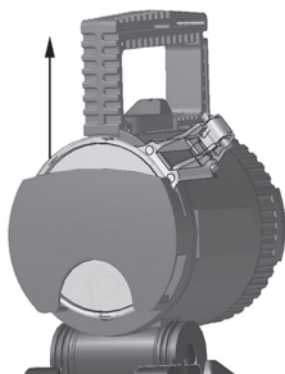

Bild 1 Scheibe entnehmen
1. Leuchtenoberteil (Bild 1)
Unter dem Tragriff befindet sich ein Drehschalter (Bild 1, Pos. 1) mit 5 Schaltstellungen.
Seitlich am Leuchtenkopf befindet sich eine LED-Ladezustands- und Kapazitätsanzeige (Bild 1, Pos. 2). An der Rückseite des Leuchtenkopfes ist ein schwenkbarer Vorsteckscheibenbehälter eingerastet (Bild 1, Pos. 3/5).
Das Ladekabel (nur Typen SEB... L) wird durch Drehen des Vorsteckscheibenbehälters zugänglich (Bild 1, Pos. 4).
Am Verschraubungsring sind federnde Nocken angebracht (Bild 1, Pos. 7), in die eine Vorsteckscheibe eingesteckt werden kann (Achtung: Einstecken nur von einer Seite).
Durch Drehen des Verschraubungsringes (ca. 2 Umdrehungen) kann der Lichtstrahl von Scheinwerfer bis Breitstrahlcharakteristik eingestellt werden (Bild 1, Pos. 6).
Der Leuchtenkopf kann um ca. 100° geschwenkt werden (Bild 1).
Hierzu ist der Stützfuß der Vorsteckscheibe in Richtung Traggriff abzuschwenken und dann nach oben herauszuziehen (Bild 1)
2. Innensechskantschraube (Bild 1, Pos. 7) unten am Leuchtenkopf lösen.
3. Danach den Verschraubungsring durch Linksdrehung entfernen (Bild 1, Pos. 8).
4. Entnehmen Sie die Lampe aus der Bajonett-Fassung. (Hauptlampe: Drücken-links drehen-ziehen) (Bild 1, Pos. 9) (Nebenlampe: Drücken-rechts drehen-ziehen) (Bild 1, Pos. 9)